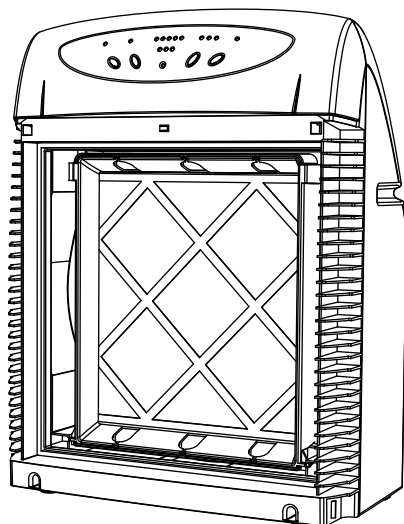

Рис. 6
8. Установите на место ламповый блок (рис.6) в обратном порядке (смотрите п. 5).